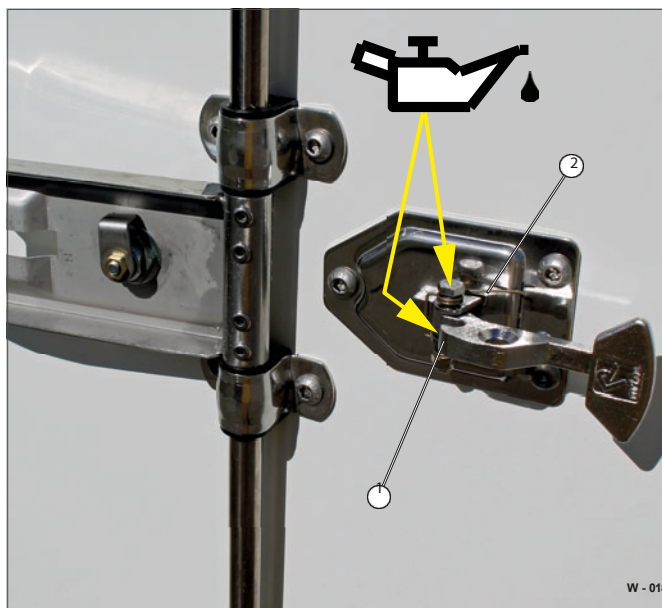

Fig. 4 Pontos de lubrificação
- ▶ Lubrificar ligeiramente a lingueta e os pontos de apoio do fecho de pressão (Fig. 4/1).
- ▶ Verificar a mola (Fig. 4/2) quanto a deformação / fadiga.